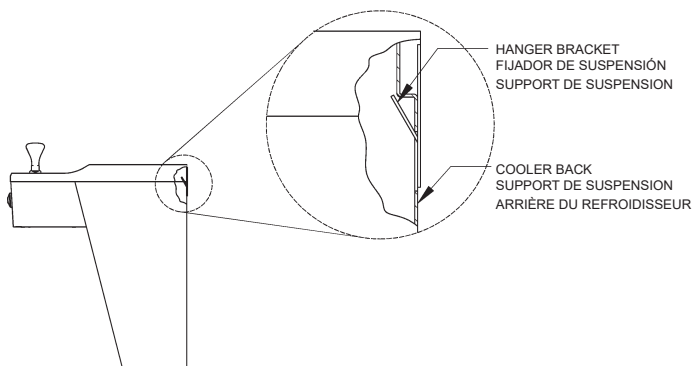

Fig. 3
- 4) Hang the cooler on the hanger bracket. Be certain the hanger bracket is engaged properly in the slots on the cooler back as shown in Fig. 3.
- 5) Loosen the two (2) screws holding the lower front panel at the bottom of cooler base and two (2) screws at the top. Remove the front panel and set aside.
- 4) Installez le refroidisseur sur les supports en vous assurant que ceux-ci sont bien installés dans les fentes à l'arrière du refroidisseur tel qu'indiqué à la figure 3.
- 5) Dégagez les deux (2) vis retenant le panneau inférieur avant au bas de la base du refroidisseur ainsi que deux (2) vis sur le dessus. Retirez le panneau avant et mettez-le de côté.